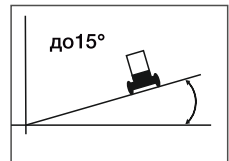

рис. 5
- Не косить на склонах с углом наклона более 15°; рис. 5.